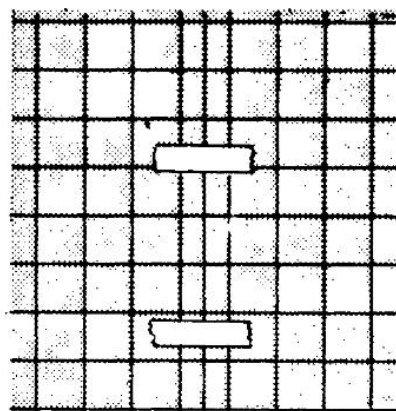

Рис. 340
2. С лицевой стороны изделия подогните припуск одной из деталей и совместите сгиб с отметкой линии стачивания другой детали. Совместив рисунок, скрепите детали в этом положении несколькими маленькими отрезками клейкой ленты с лицевой стороны (рис. 340).